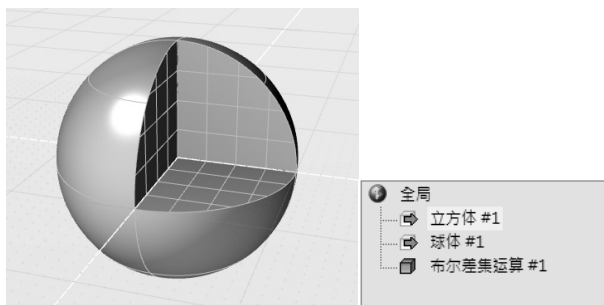

图 2-76 创建布尔差集运算（左）并观察全局浏览器（右）
2) 对二者使用“布尔差集运算”，在全局浏览器中可见如图 2-76 所示的结果。